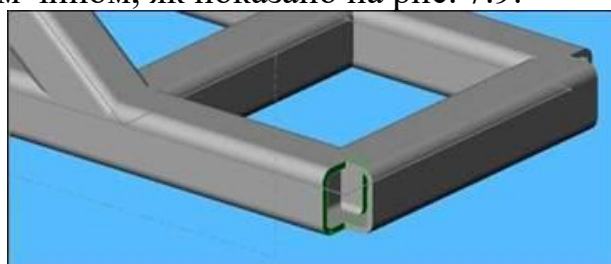

Рисунок 7.8 – Грань кута
1. Виберіть грань так, як показано на рис. 7.8.